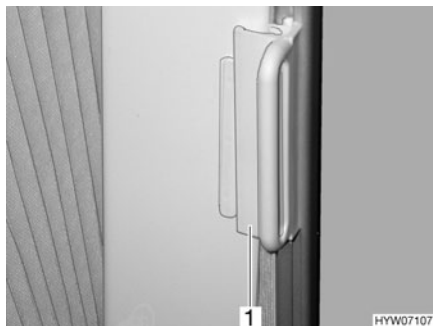

Fig. 20 Bloqueo de los estores plegables para la ventana del conductor/del acompañante
- Empujar los estores plegables para la ventana del conductor y del acompañante con el tirador (Fig. 20,1) sobre la pieza sobrepuesta. El estor plegable queda asegurado.